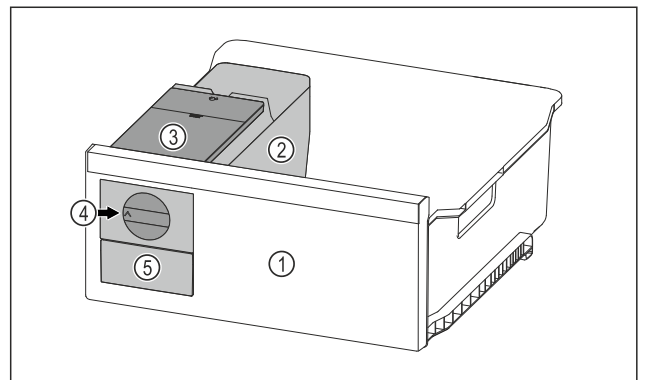

Fig. 97 Primjer izgleda
- Okrenite okretni gumb Fig. 97 (4) u smjeru kazaljki na satu do graničnika.
- Kockice leda padaju iz posude za kockice leda u ladicu za kockice leda Fig. 97 (5).